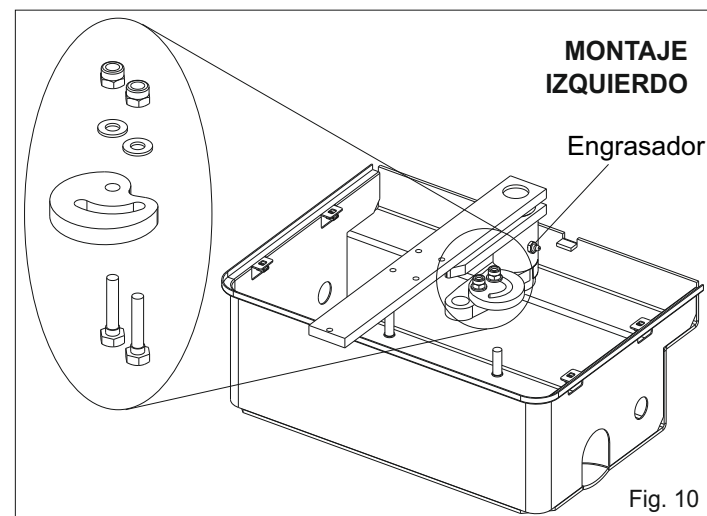
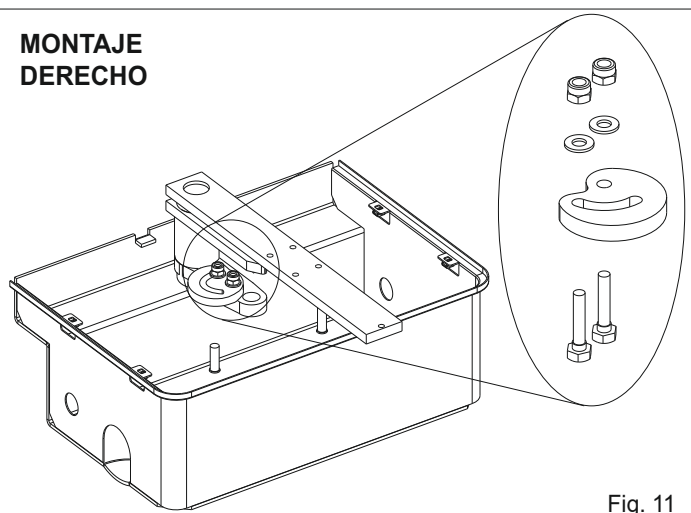

Fig. 10
Fig. 11
2.7. Insertar la leva del fin de carrera en el conjunto manilla y fijarla con las tornillos predispuestos (montaje izquierdo Fig. 10, montaje derecho Fig. 11)